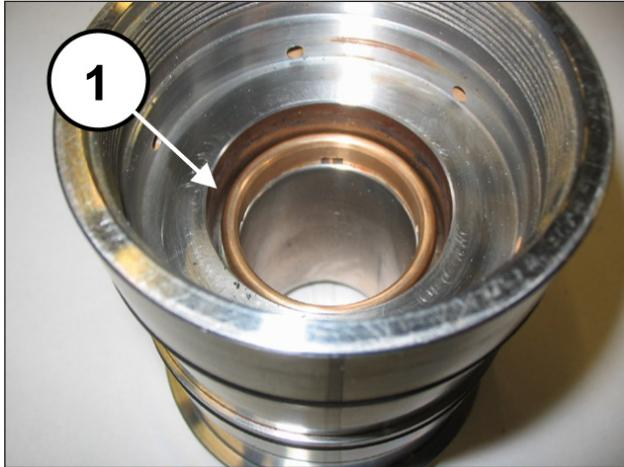
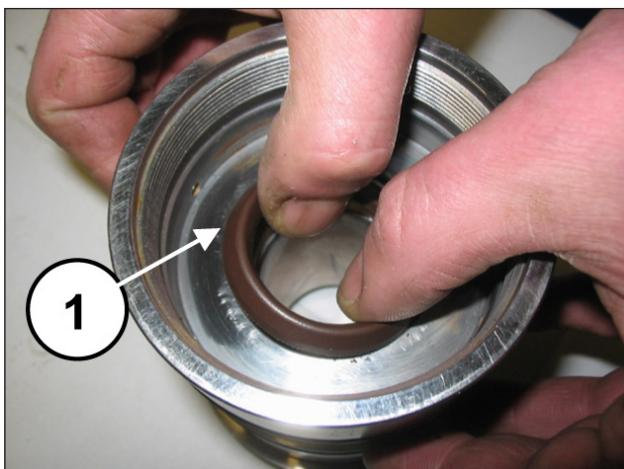

Abb. 150
Abb. 151
Montieren Sie den Kopfring (Pos. ①, Abb. 150), die HD-Dichtung (Pos. ①, Abb. 151) und den Restop-Ring (Pos. ①, Abb. 152).